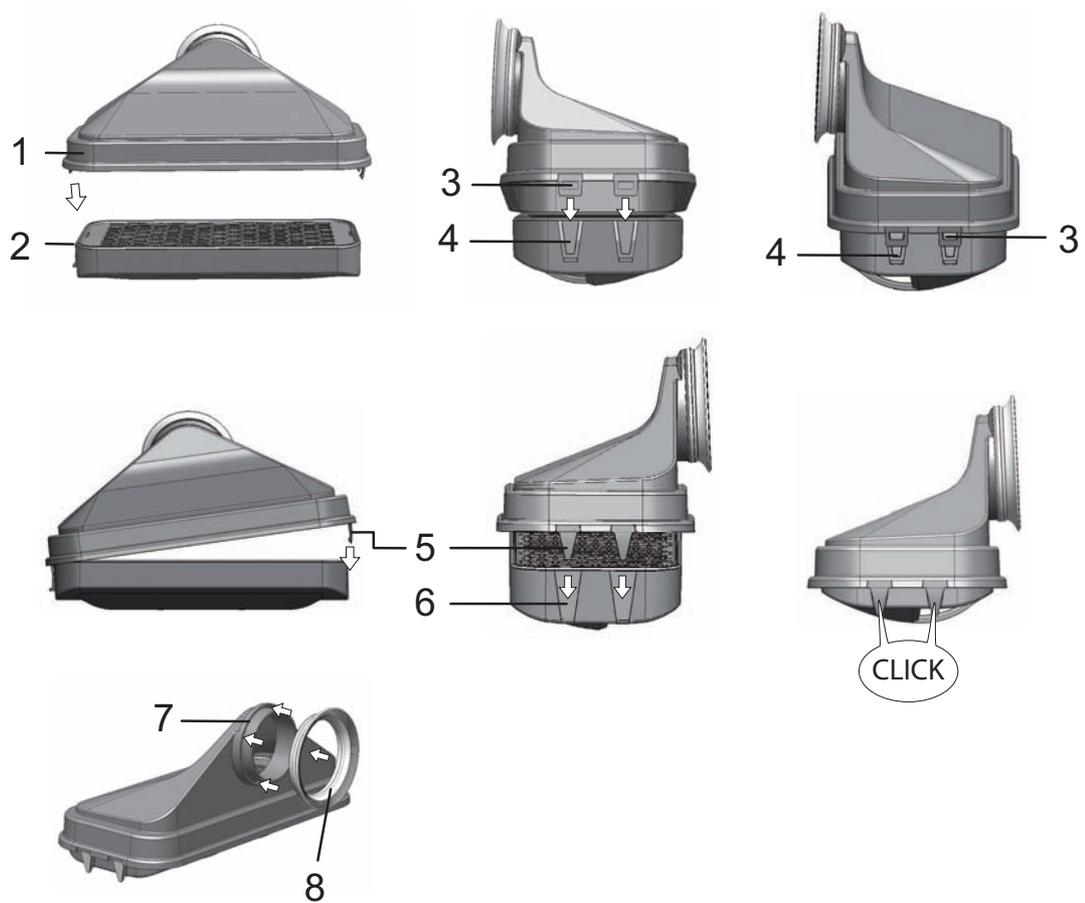
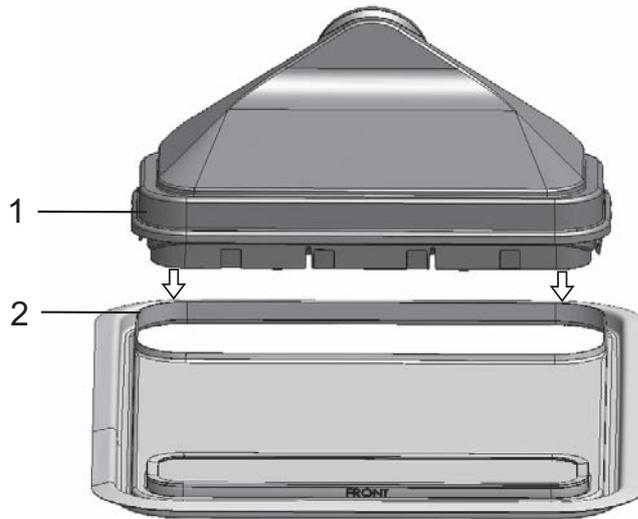

Figura 4-5. Ensamblar el filtro HEPA y la Airbox
Figura 4-6. Colocar la Airbox en la tapa del depósito de agua
El filtro HEPA (2/Figura 4-5) se coloca en la Airbox (1/Figura 4-5) desde abajo. La Airbox se asienta sobre un zócalo en la tapa del depósito de agua (2/Figura 4-6) y se empuja en la entrada del ventilador.
1. Colocar el filtro HEPA (2/Figura 4-5) sobre la superficie recta.
2. Inclinarse la Airbox (1/Figura 4-5) hacia la izquierda e introducir con las bridas del lado izquierdo (3/Figura 4-5) en las ranuras correspondientes del filtro HEPA (4/Figura 4-5).
3. Encajar las bridas (5/Figura 4-5) del lado derecho de la Airbox en las muescas (6/Figura 4-5) del filtro HEPA.
4. Colocar la junta (8/Figura 4-5) en la ranura (7/Figura 4-5) de la tubería de la Airbox y presionar firmemente en el contorno.
5. Colocar la Airbox (1/Figura 4-6) en el zócalo (2/Figura 4-6) de la tapa del depósito de agua.